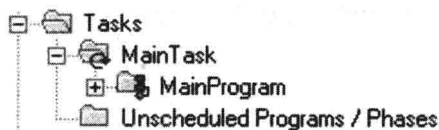

图 1-5 控制器项目管理项目列表
1. 在控制器项目管理器中单击 MainProgram 文件夹的 +，以将其展开，如图 1-5 所示。